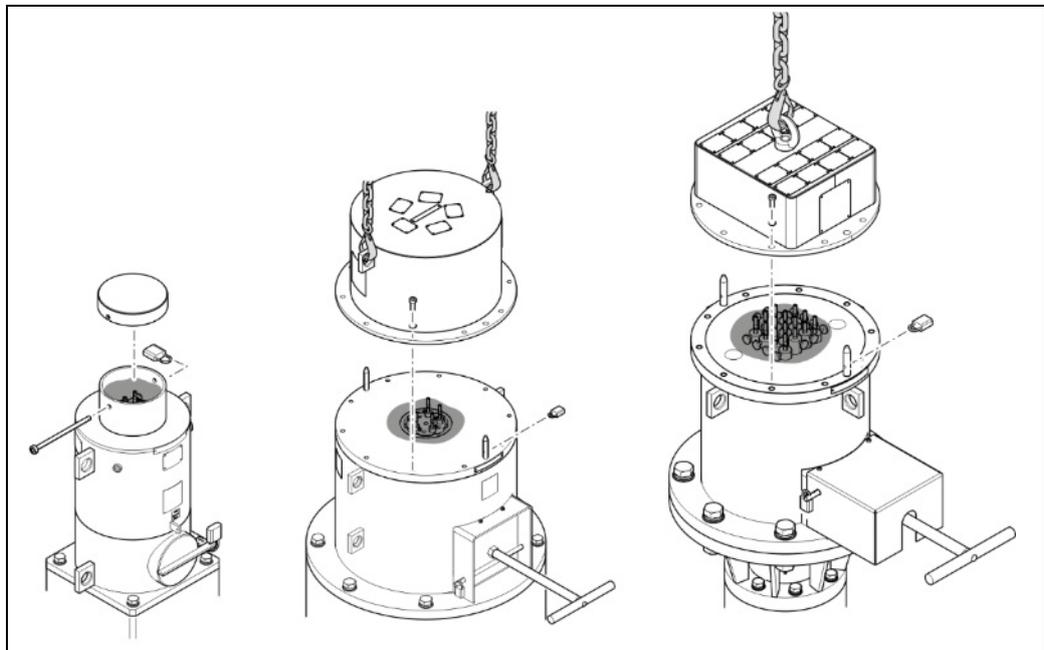

Abb. 18 Ersatzprüffläche
- die grau markierte Fläche in Abb. 18.